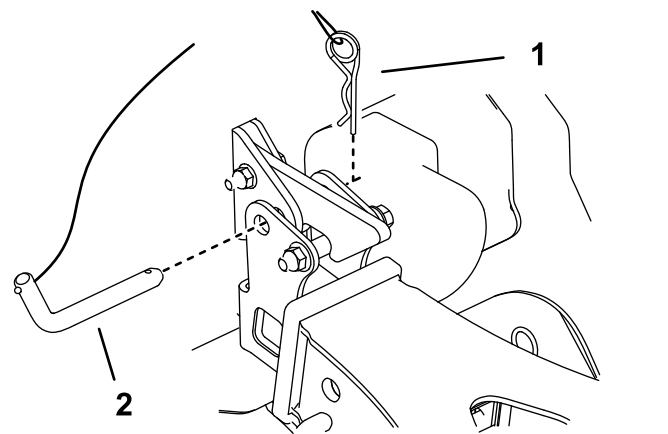

Figure 22
5. Utilisez la goupille d'attelage et la goupille fendue pour fixer la souffeuse au dispositif d'attelage (Figure 22).